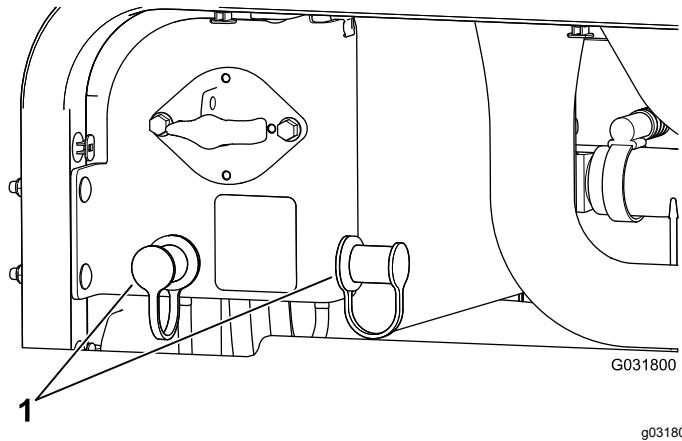

Bild 76
3. Nehmen Sie die Abdeckungen von den Starthilfepolen ab (Bild 76).